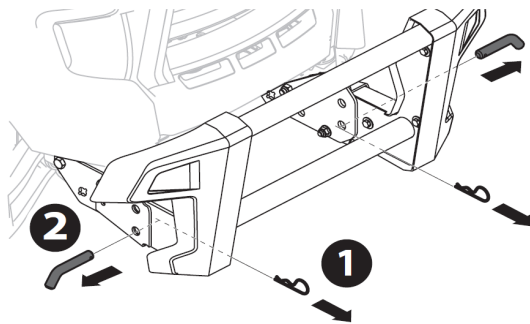

Figure 56
1. 2つの割りピンを取り外してから、ピンを引きます。図56参照。